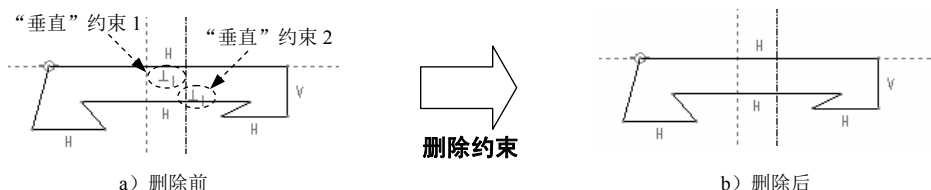

图 5.2.23 删除无用约束
② 添加必要的约束。操作提示如下：
b) 删除无用的约束。在绘制草图时，系统会自动添加一些约束，而其中有些是没用的。例如在图 5.2.23 a 中，系统自动添加了“垂直”约束（注意：读者在绘制时，可能没有这个